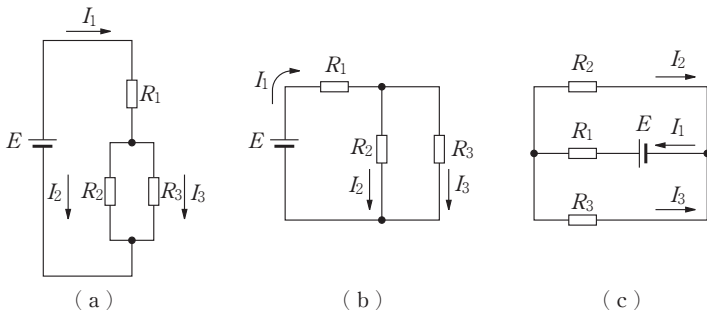

図 1.9
**例題 1.2** 図 1.9 の回路 (a) ~ (c) で電圧  $E$  [V], 抵抗  $R_1$  [ $\Omega$ ],  $R_2$  [ $\Omega$ ],  $R_3$  [ $\Omega$ ] がわかっている。抵抗  $R_1$  に流れる電流  $I_1$  [A],  $R_2$  に流れる  $I_2$  [A],  $R_3$  に流れる  $I_3$  [A] を求めよ。